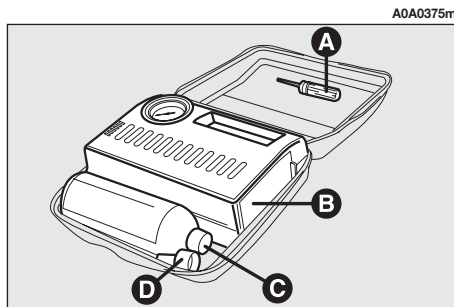

fig. 12
Il kit di riparazione rapida comprende (**fig. 12**):
*Attenzione! La bottiglia (C-fig. 12) contiene glicole propilenico. Tale sostanza può essere nociva e irritante: non ingerire, evitare il contatto con gli occhi, la pelle e gli indumenti. In caso di contatto sciacquare subito abbondantemente con acqua. Se si manifestano reazioni allergiche consultare un medico. Conservare la bottiglia nell'apposito vano, lontano da fonti di calore e dalla portata dei bambini.*